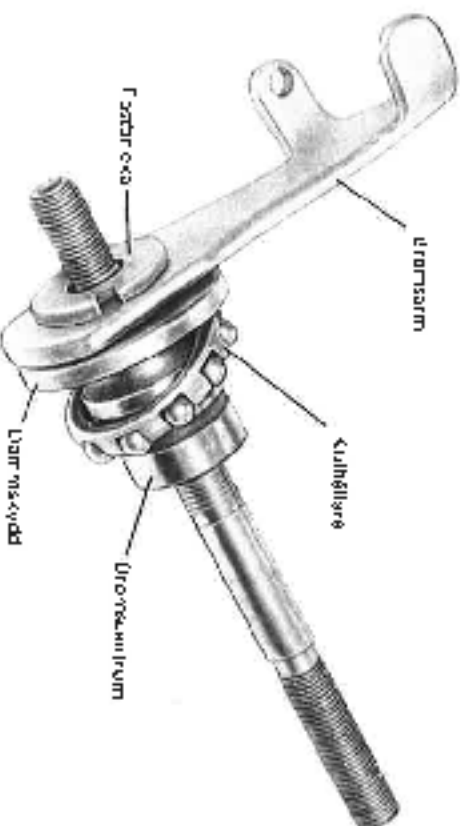

Bild 2. Axel m m
1. Fäst kullhållaren 16 över axeln på bromscentrum 17, sätt dit dammskyddet 18 och bromssumman 19 på bromscentrum och skruva dit fästbrickan 20, bild 2.
2. Sätt dit dammskyddet 9, skruva fast kedjekransen 8 och ringmuttern 7 på drivaren 10, bild 2.
2. Ta kulhållaren över axeln på bromscentrum, sätt dit dammskyddet 18 och bromscentrum 19 på bromscentrum, ta på knasterbrickan 21 samt skruva dit fästbrickan 20 som dras fast, bild 2.